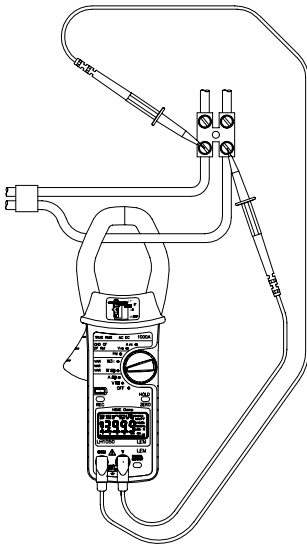

Fig. 4
- Premere la leva di disimpegno per aprire le ganasce e serrarle sul conduttore sotto corrente, come mostrato nella fig. 4.
- Quando è configurato per misurare la potenza (fig. 4) con i cavetti della tensione collegati e le ganasce di misura della corrente serrate intorno al conduttore, lo strumento visualizza la frequenza della fonte di corrente (a condizione che ARMS > 1A). Se ARMS < 1A, viene effettuata una misura della frequenza in volt (a condizione che VRMS > 10V), altrimenti viene visualizzato ---,-.